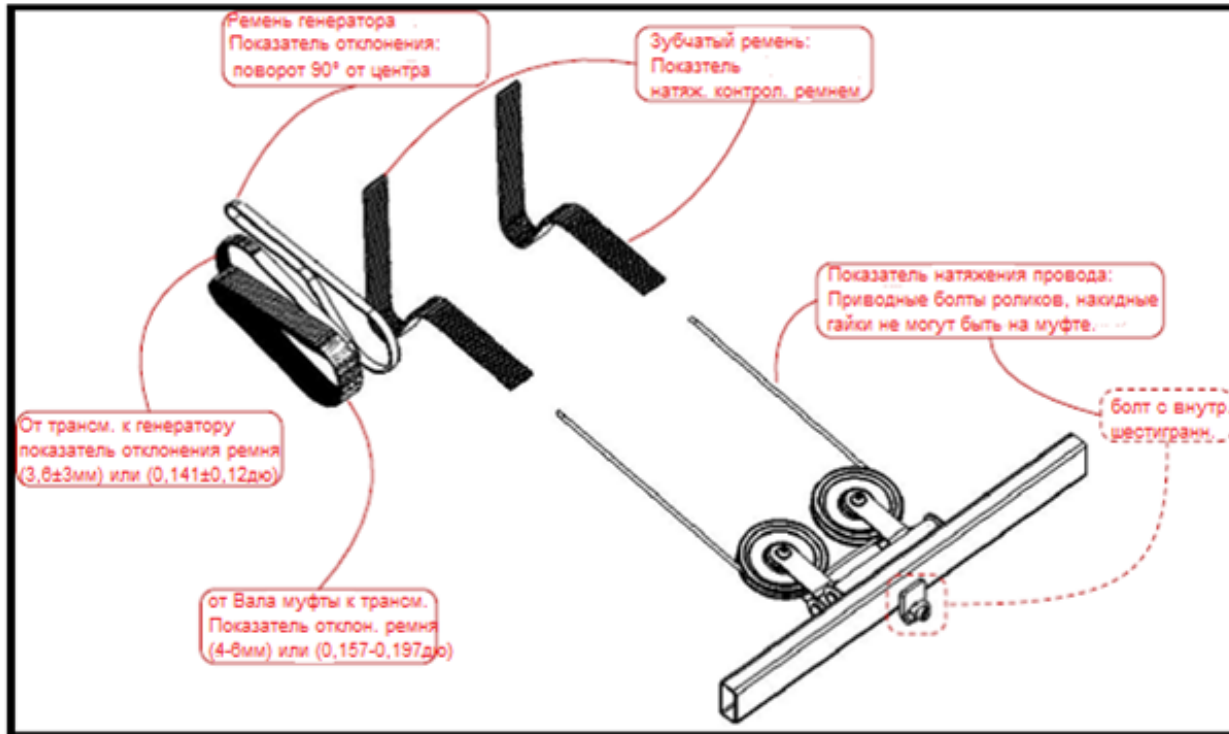

рис. 9
- Установите необходимое натяжение всех ремней и проводов (рис. 9).